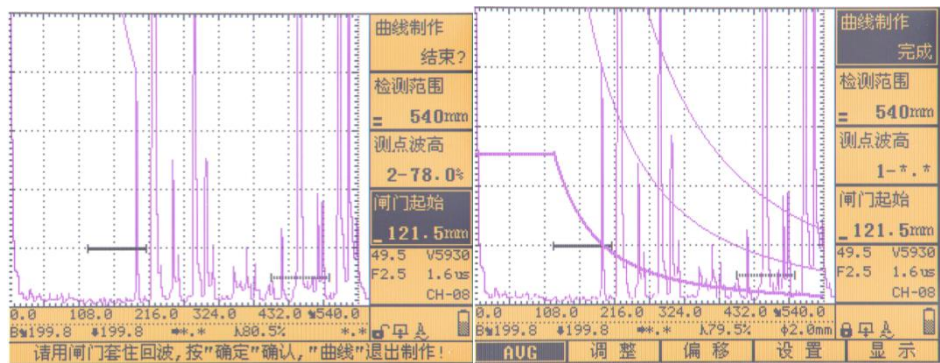

图 6.35 图 6.36
- 4、将探头在 DB-P 试块上移动，调节闸门位置以锁定 Φ2 平底孔最高回波后，按【自动增益】键，将波高调整到 80%，单击【确认】键，则仪器自动记录下闸门内的波峰位置和高度，如图 6.35 所示。使用【向上】键选择“曲线制作”子菜单，单击【确认】键，结束 AVG 曲线的制作。